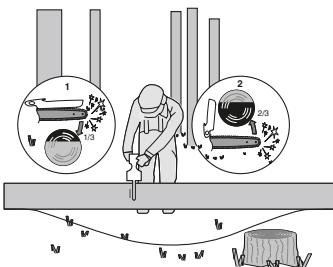

Figura 4
Dacă bușteanul se sprijină pe ambele capete, vezi figura 4, tăiați de sus 1/3 din diametru (1). Finalizați debitarea printr-o tăiere de jos în sus a diametrului rămas (cele 2/3 rămase) (1), având grija să întâlniți tăietura de sus.